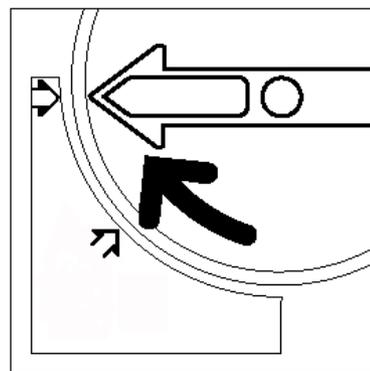

Fig. 13: Rotazione e fissaggio della cartuccia
- 8** Ruotare la cartuccia in senso orario finché il punto sulla cartuccia non è allineato con quello situato sulla copiatrice/stampante e le frecce sulla cartuccia sono in posizione orizzontale, come illustrato in Fig. 13.